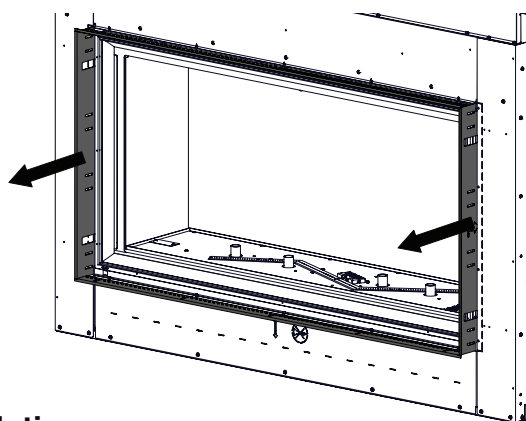

Fig. 2
2. Retirez la garniture de finition en dévissant les vis et en la faisant glisser hors de l'appareil (Fig. 2).
2. Remove the finishing trim by removing the screws and sliding it out of the appliance (Fig. 2).